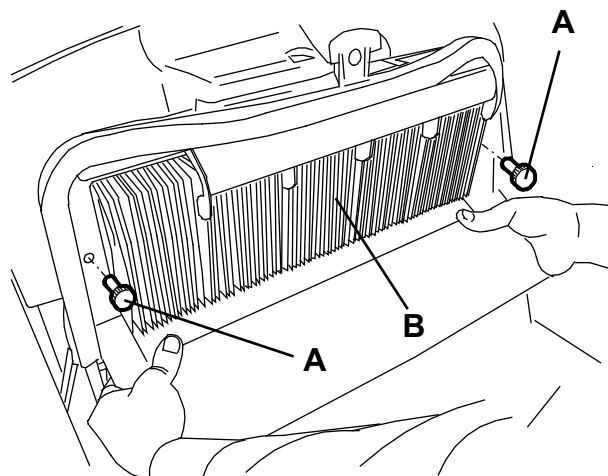
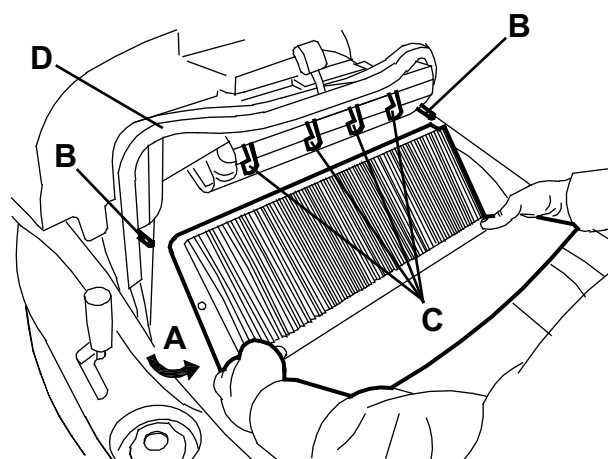

Figure 8
Figure 9
2. Positionner l'interrupteur général (1) sur "0".
3. Déposer le conteneur déchets (9).
4. Dévisser les pommeaux (A, Fig. 8).
5. Saisir le filtre à poussière (B) comme indiqué dans la figure.
6. Déposer le filtre à poussière en le tournant dans la direction de la flèche (A, Fig. 9) pour le dégager des pivots (B), puis le baisser pour le dégager des peignes (C) du secoueur.
9. Nettoyer le joint en caoutchouc (E) du filtre le long du périmètre et en vérifier l'intégrité et l'étanchéité. Dans le cas contraire, remplacer le filtre.
10. Nettoyer le joint (D, Fig. 9) du conteneur déchets le long du périmètre et en vérifier l'intégrité et l'étanchéité. Dans le cas contraire, en effectuer le remplacement.